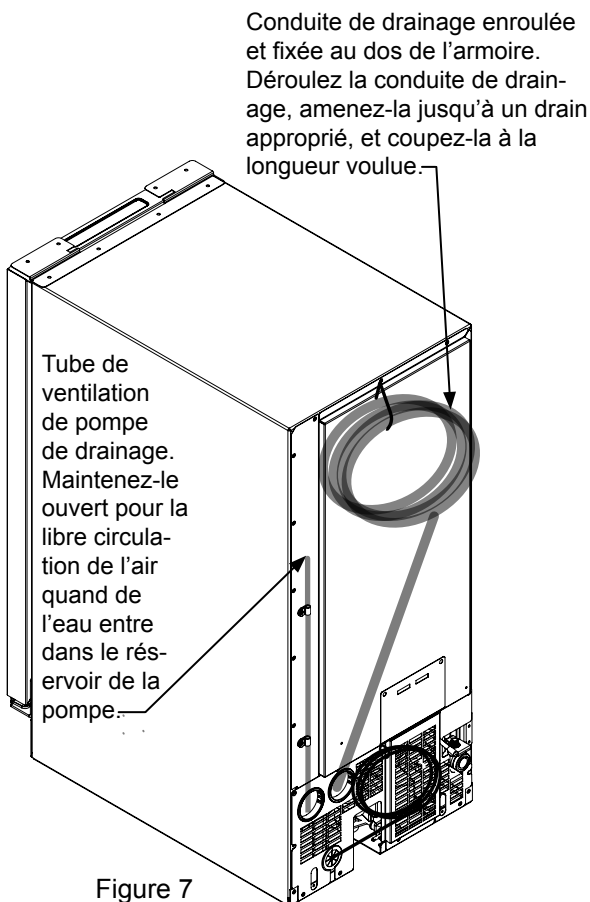

Figure 7
La conduite de décharge est enroulée et attachée à l'arrière de la machine à glace. Les tuyaux doivent être plombés et raccordés à un égout sanitaire. Reportez-vous à la Figure 7.
- Le tube de ventilation au dos de l'appareil est ouvert (voyez la Figure 7).